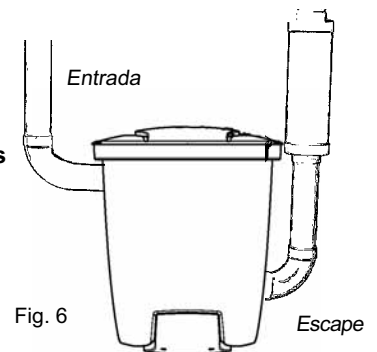

Fig. 6
5. Poner el tapón ciego en la salida anteriormente ocupada por el receptáculo del tubo de aspiración. Utilizar los cuatro tornillos para mantenerlo en sitio. El tubo de escape ha de estar firmemente unido a la pared para asegurarse de que no se desprende del receptáculo. Recuerde que el tubo acodado ha de poder girarse en varias direcciones para que la instalación llegue a ser correcta. Seguidamente conectar el tubo de escape y el silenciador, Fig. 6. Colocar la central de aspiración de manera que el tubo de escape sea lo más corto posible, como máximo 10 metros. Tener en consideración el entorno al colocar el escape. Por esta razón tiene que montar siempre un silenciador.